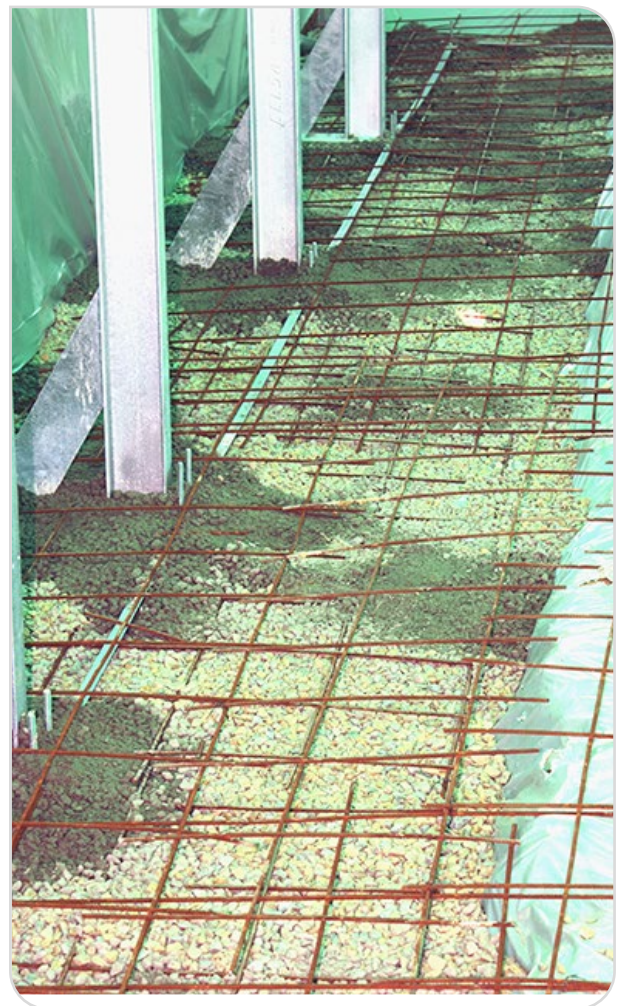

Abbildung 10 – Giessen des Betonplatte (b)
- ! Umhüllen Sie die Metallpfosten unten mit einer kleinen Menge an Beton, bevor Sie den Rest der Platte gießen; damit erleichtern Sie sich das Gießen der Betonplatte und verhindern zugleich eine Verformung der Metallstruktur (*Abbildung 10*).
Die Stahlgitter müssen sich über die gesamte Oberfläche erstrecken (legen Sie die Gitter so, dass sie um den gesamten Pool herum 3 bis 5 cm vom Rand zurückgesetzt sind). Um die Pfosten herum müssen Ausschnitte vorgenommen werden (*Abbildung 10*). Die Gitter müssen sich überschneiden und miteinander verbunden sein.